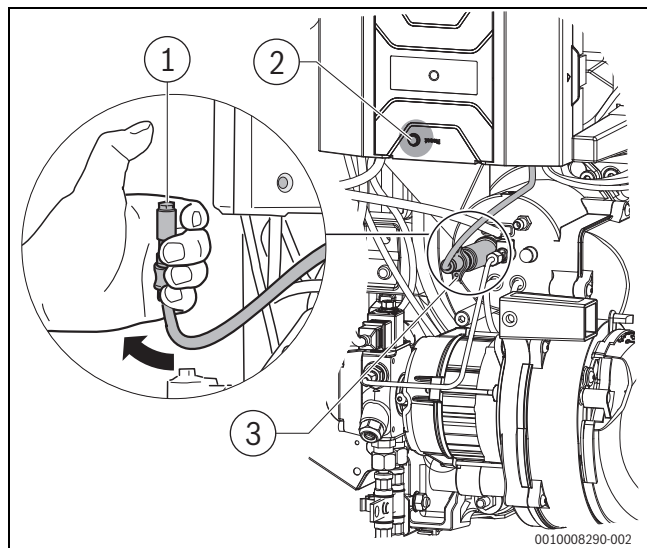

Bild 47 Flammenfühler auf Funktion prüfen
- ▶ Flammenfühler bei laufendem Brenner am vorgesehenen Griff aus der Halterung ziehen (→ Bild 47, [3])
- ▶ Flammenfühler mit Daumen abdecken (→ Bild 47, [1]). Es muss nach Wiederanlauf eine Störabschaltung erfolgen.
- ▶ Nach einer Wartezeit von ca. 30 Sekunden den Feuerungsautomat durch Drücken der Reset-Taste (→ Bild 47, [2]) oder der Reset-Taste am Regelgerät entriegeln.